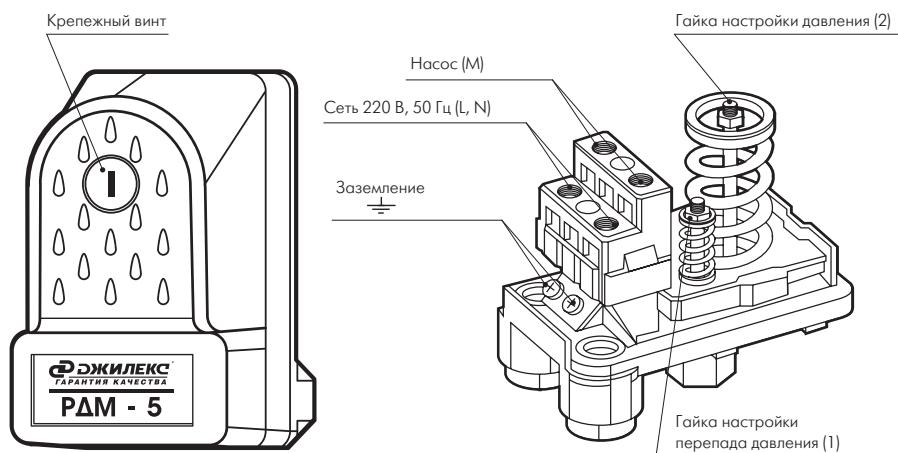

Рисунок 5
- отвинтив крепежный винт (рисунок 5), снимите крышку реле. Верхний и нижний предел давления «РДМ-5» регулируется гайкой (2), фиксирующей положение пружины. Чтобы увеличить значение верхнего и нижнего предела давления, закручивайте гайку по часовой стрелке. Чтобы уменьшить, откручивайте гайку против часовой стрелки.
**ВНИМАНИЕ!** При вращении гайки (2) значения верхнего и нижнего предела будут изменяться на одинаковую величину.